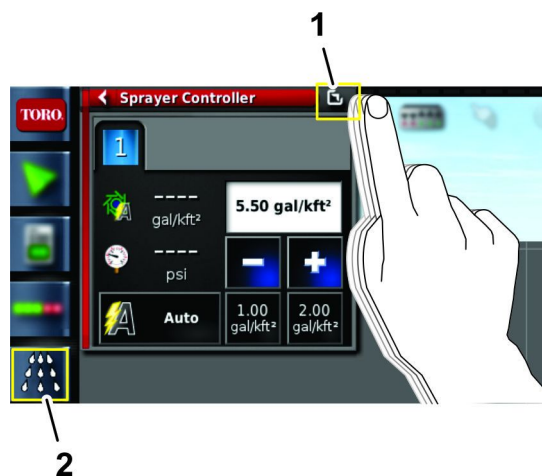

Figura 132
6. Pulse el icono del controlador del caudal de fumigación, y luego deslice el icono de pantalla completa en la esquina superior derecha de la ventana del controlador de fumigación (Figura 132).